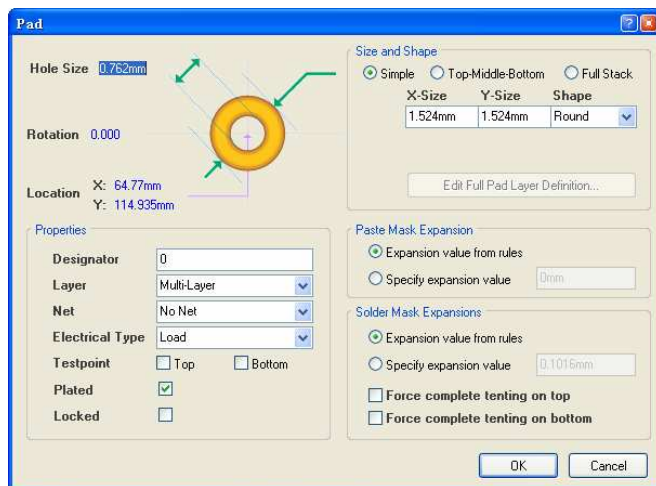

图 7.43 “Pad”对话框
- (1) 单击“Wiring”工具栏中的布置焊盘工具按钮，或者在主菜单中选择“Place”->“Pad”命令，启动放置焊盘命令。
- (2) 单击“Tab”键，打开如图7.43所示的“Pad”对话框。